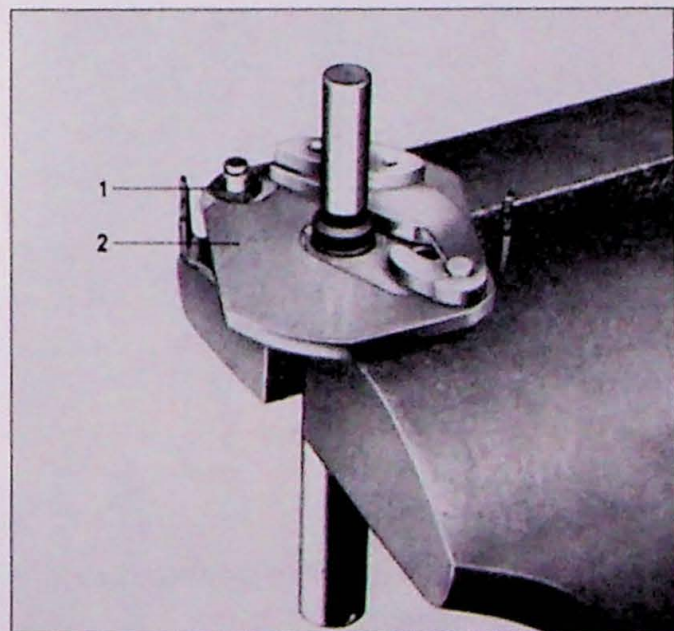
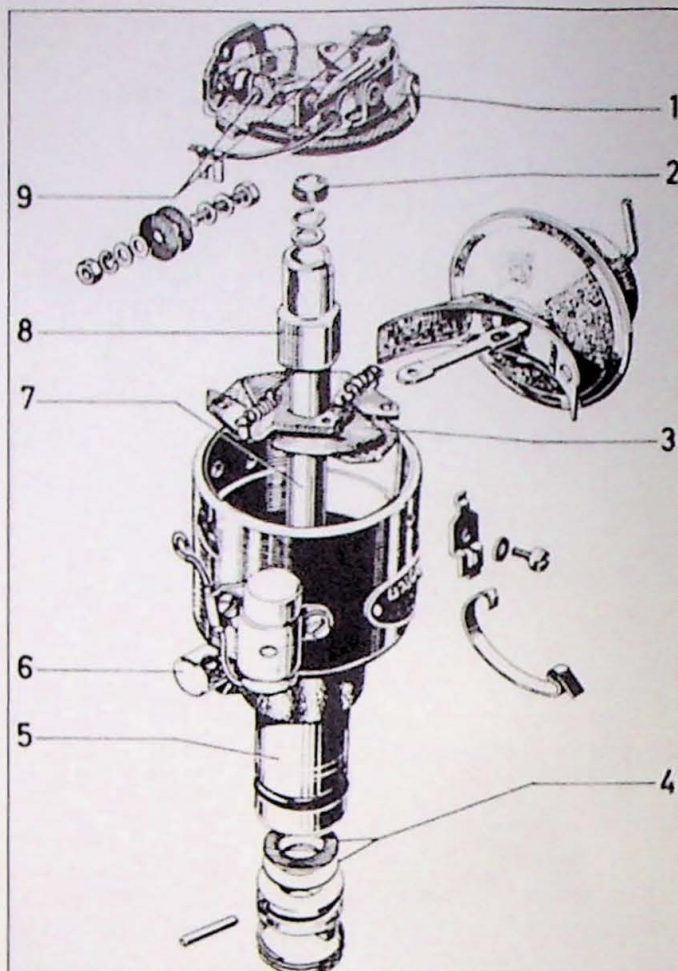

Fig. 13.9. Meenemer met fiberschijfjes.
Fig. 13.11. Smeerpunten van de stroomverdeler.
7. Verdeleras uitnemen en in een klem zetten (Fig. 13.9).
De speling tussen verdeleras en onderbrekernokken mag niet meer dan 0,1 mm bedragen. De nokken mogen geen tekenen van slijtage vertonen omdat hierdoor de contacthoek verandert. De gaten in de gewichten van de centrifugaalvervroeger moeten goed rond zijn en geen speling vertonen. De fiberringen (Fig. 13.9) moeten onbeschadigd zijn. Controleer de veren van de centrifugaalgewichten. Deze mogen geen corrosie vertonen en niet uitgerekt zijn. Speling tussen verdelerhuis en verdeleras mag niet meer dan 0,2 mm bedragen. Is dit het geval dan moeten er nieuwe pasbussen in het huis geplaatst worden. De isolatieplaatjes van de primaire aansluiting moeten gaaf en vetvrij zijn. Condensator controleren op de juiste werking met behulp van een proeflampje en gelijkstroom van de accu (bij verdenking van een slechte werking van de condensator kan deze beter vervangen worden). Onderdelen van de stroomverdeler smeren volgens Fig. 13.11.
Een 'zuinige' smering van de verdeler wordt aangegeven in Fig. 13.11. De volgende nummers verwijzen naar die onderdelen van de stroomverdeler die moeten worden gesmeerd: